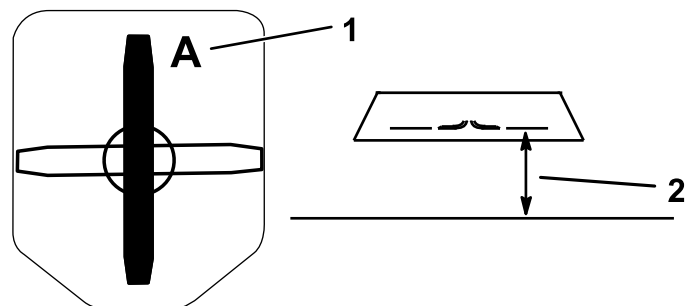

Bild 35
2. Messen Sie von einer ebenen Fläche den Abstand bis zur Schnittkante an Stellung A des Messers (Bild 35).